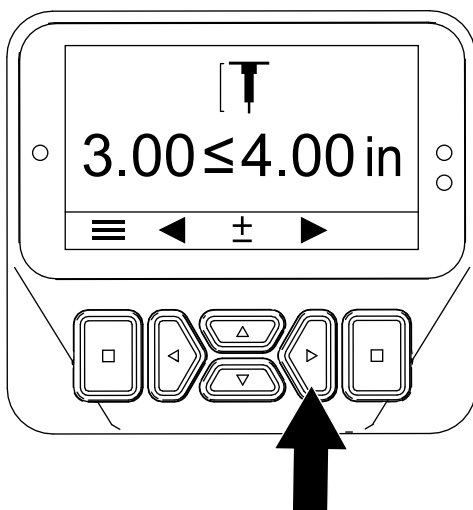

Bild 47
4. Drücken Sie die Taste „nach rechts“, um den Bildschirm „Einstellen der Lochtiefe“ anzuzeigen (Bild 47).